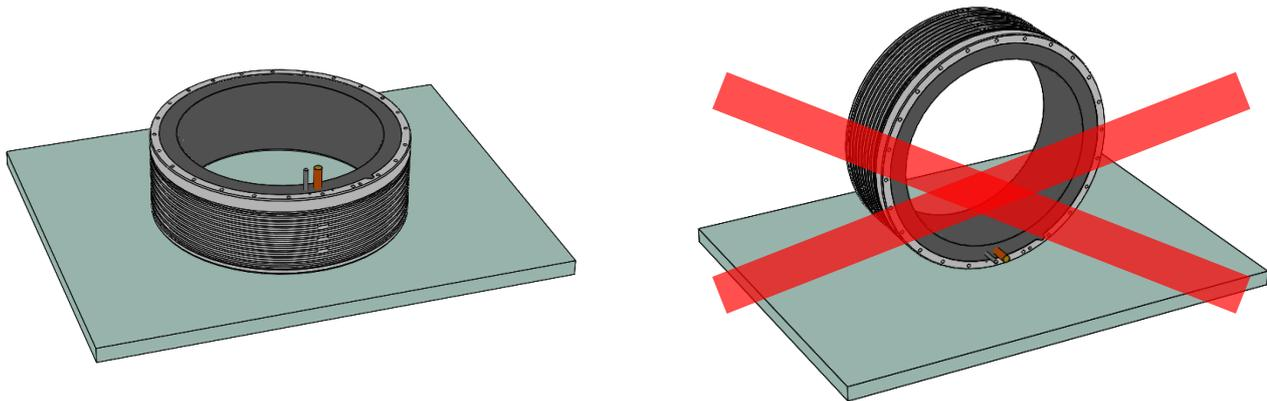

図 4.4.1 パッケージ外収納の模式図
9. モーターは元のパッケージに入れ、平らにして保管してください。十分なサポートと保護が提供されている場合は、パッケージの外に一時的に保管できます。また、ストレージ環境も要件を満たす必要があります。下の図 4.4.1 に示すように、ケーブルが挟まれた場合に備えて、ケーブルが上を向いていることを確認してください。